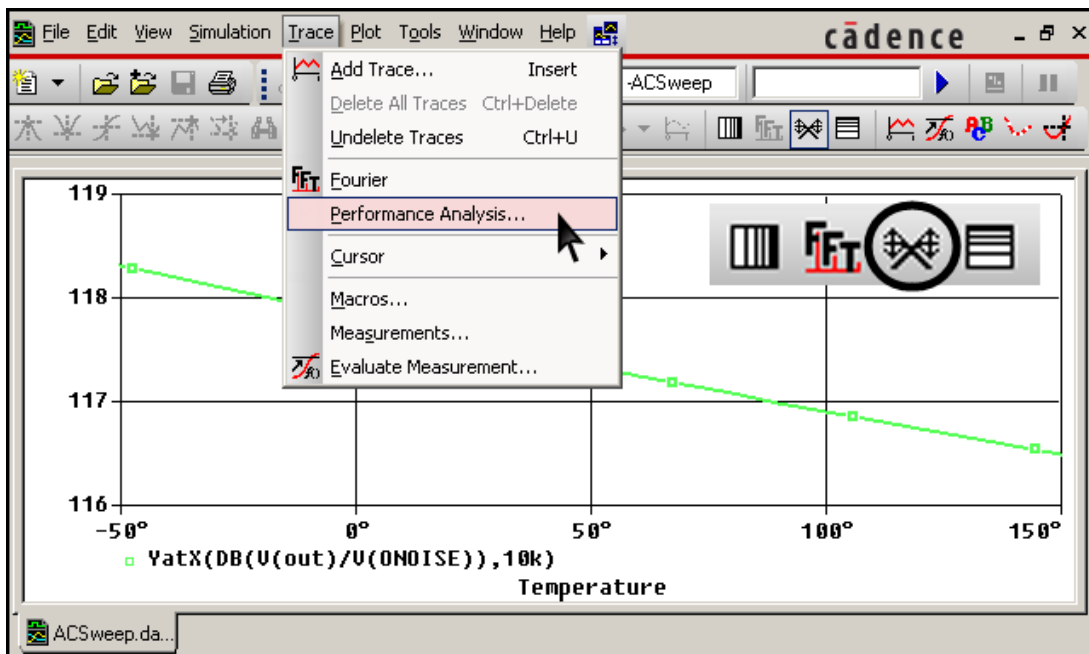

Рис. 85. Запуск анализа эффективности (**Performance Analysis**)
23. Запустить анализ эффективности (**Performance Analysis**). Команда **Trace>Performance Analysis** или щелчок соответствующей пиктограммы панели инструментов (рис. 85).